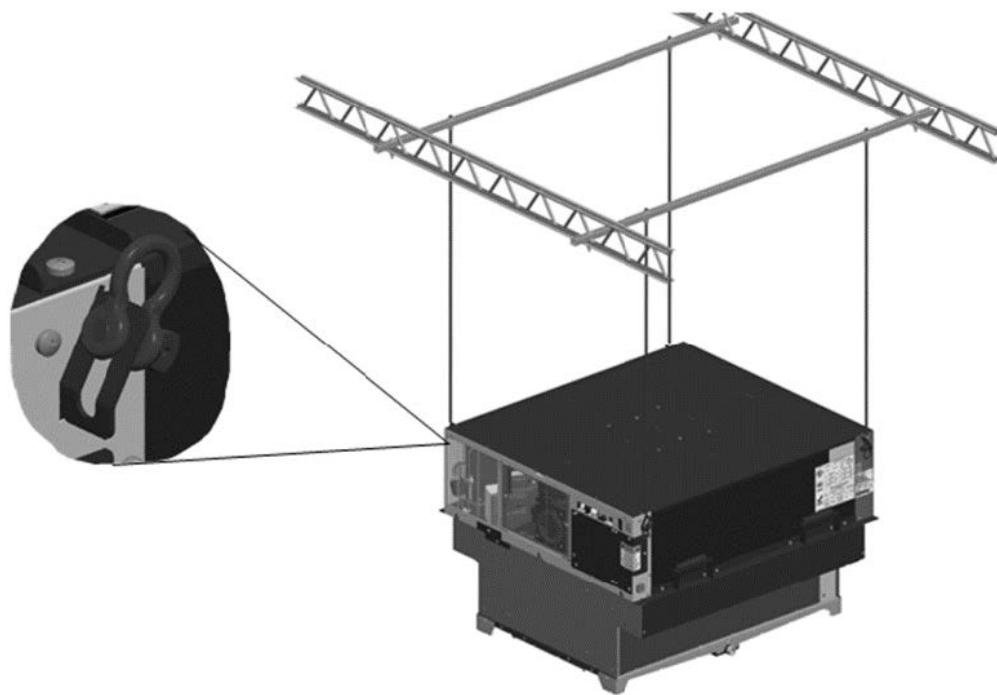

Figure 8 – Exemple d'appareil suspendu : suspendu par des œillets de suspension
- Suspendu – Dans cette configuration, l'appareil est suspendu par une structure au-dessus de la chambre froide à l'aide de tiges de suspension et fixé dans les œilletts de suspension (fournis avec l'appareil) suivant les instructions décrites dans la Figure 8. La structure de montage et la trousse de suspension par tiges ne sont pas incluses avec le produit.